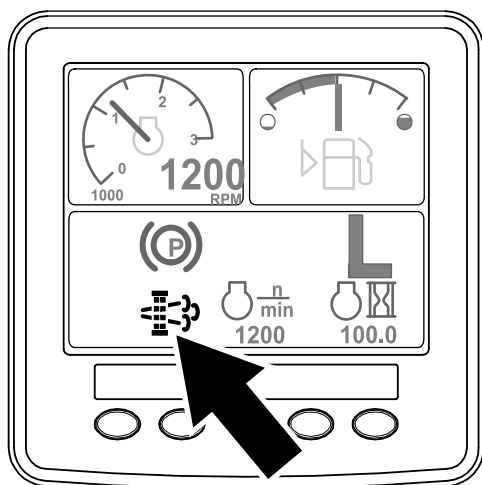

Figure 62
- L'icône préconisant une régénération stationnaire s'affiche sur l'InfoCenter (Figure 62).